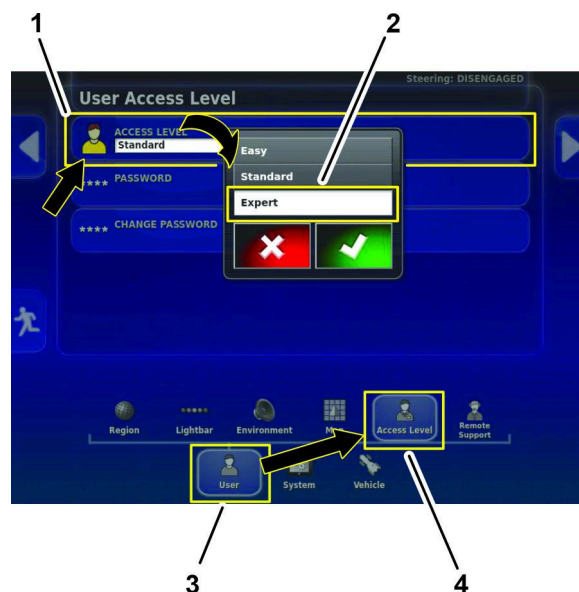

Figura 158
1. En la pantalla de configuración, pulse el icono USUARIO y el icono NIVEL DE ACCESO (Figura 158).
- En la pantalla de acceso de usuarios, icono NIVEL DE ACCESO (Figura 158).
- En el cuadro de diálogo, pulse el icono EXPERTO y pulse el icono de confirmación (Figura 158).